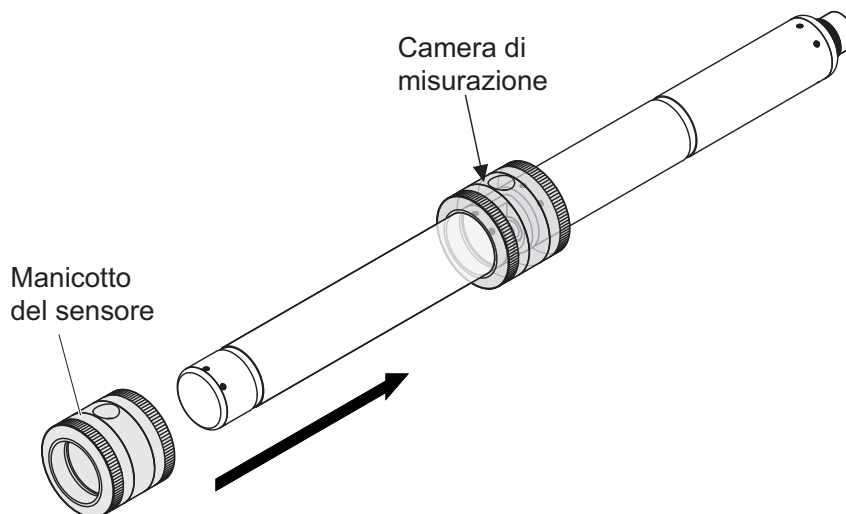

Fig. 4-4 Inserire il manicotto del sensore sul sensore
9. Mettere il sensore in posizione orizzontale su una superficie solida e senza vibrazioni. Girare l'apertura di riempimento del manicotto del sensore verso l'alto (Fig. 4-4).